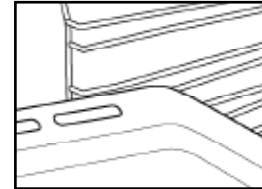

Fig. 2
2. Les autres accessoires, comme la lèchefrite et la plaque à pâtisserie, sont introduits de la même manière que la grille (Fig. 2).